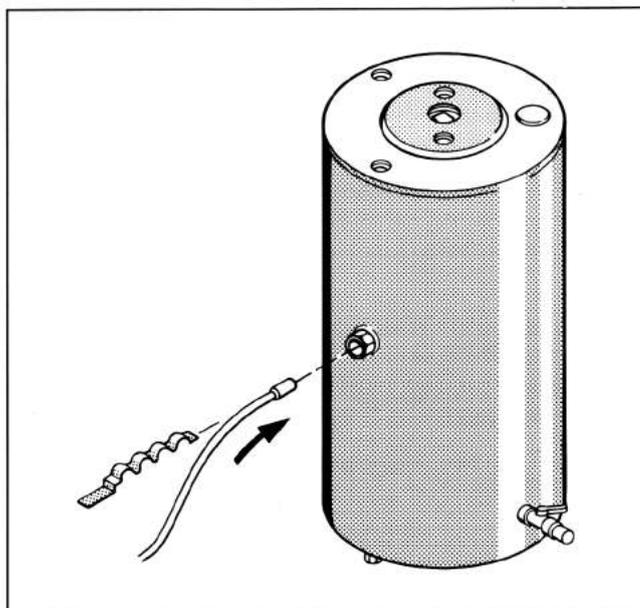

Abb. 5
- Fühler (MB) an Speicherrückseite montieren (Abb. 5).
- Fühler in Tauchhülse einführen und mit Klemmfeder sichern (Abb. 5).